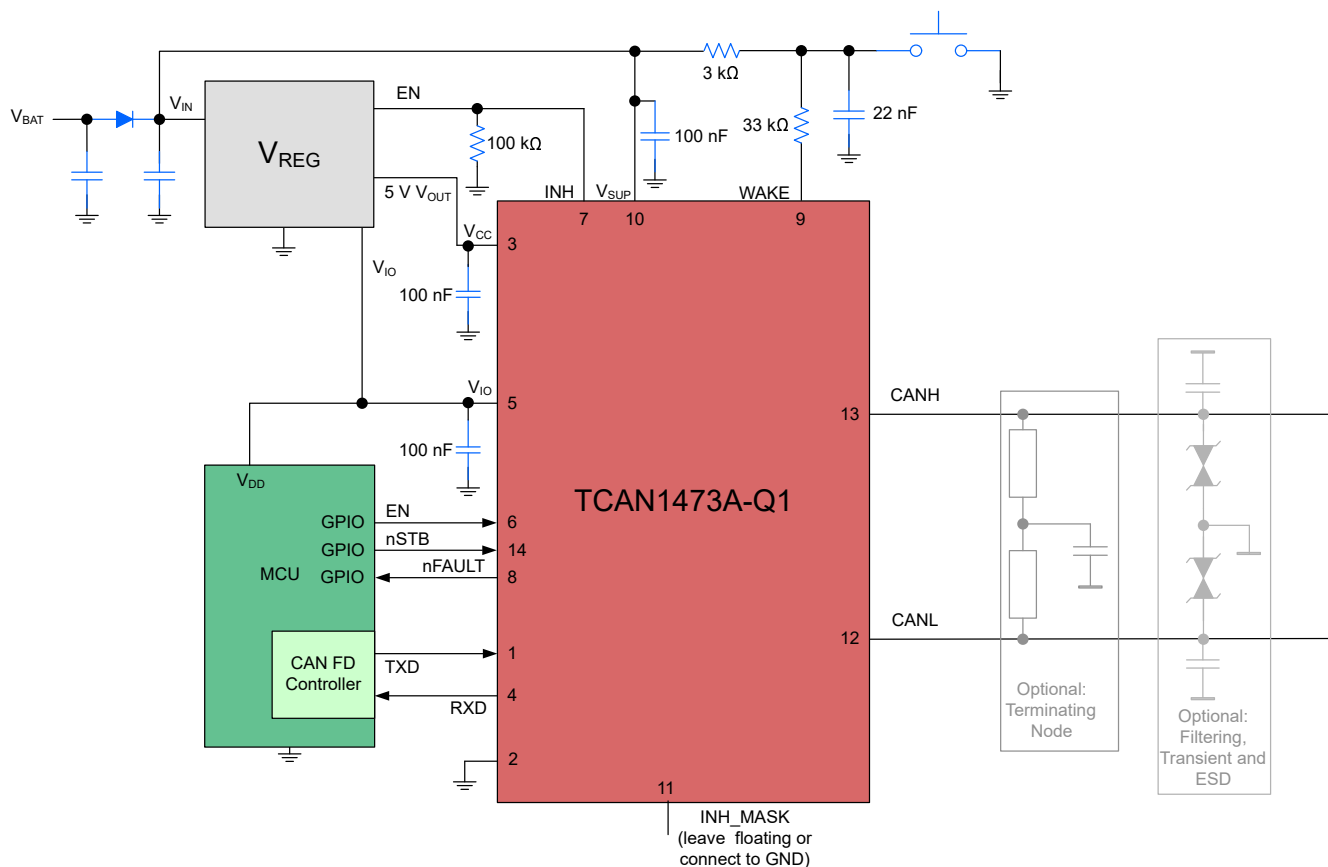

图 8-1. 典型应用 (未使用 INH\_MASK 功能)
TCAN1473A-Q1 收发器通常用于具有主机微处理器或 FPGA (包括 CAN 协议的数据链路层部分) 的应用。这些类型的应用通常还包括电源管理技术，使用使能 (EN) 或抑制 (INH) 引脚来控制应用的电源供应。可以使用单个 5V 稳压器同时驱动  $V_{CC}$  和  $V_{IO}$ ，也可以使用单独的 5V 和 3.3V 稳压器分别驱动  $V_{CC}$  和  $V_{IO}$ ，如图 8-1 所示。图中显示了总线终端以方便说明。